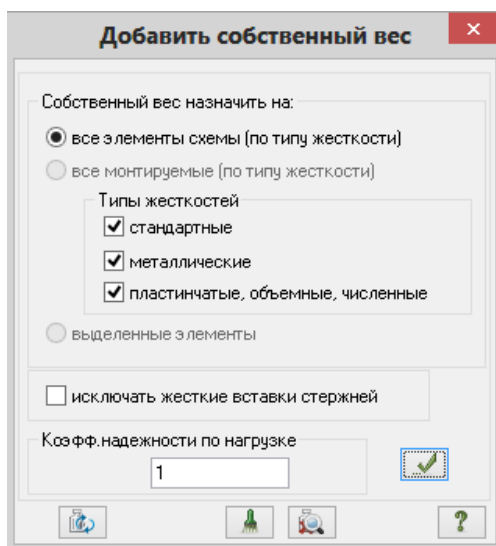

Рис.7.16. Диалоговое окно **Добавить собственный вес**
- Щелчком по кнопке  – **Добавить собственный вес** (панель **Нагрузки** на вкладке **Создание и редактирование**) вызовите диалоговое окно **Добавить собственный вес** (рис.7.16).